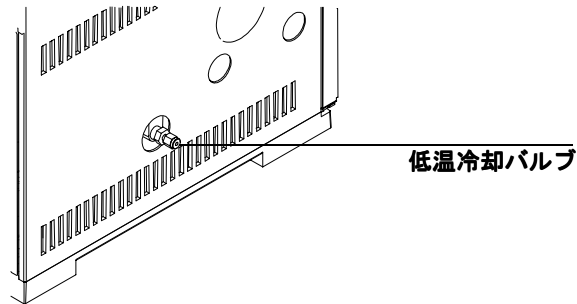

図 113. 低温冷却バルブの位置
2. N_2 タンクは GC のできるだけ近くに置き、 N_2 が液体のままガス化せずに、確実に供給されるようにします。 図 113 を参照して下さい。